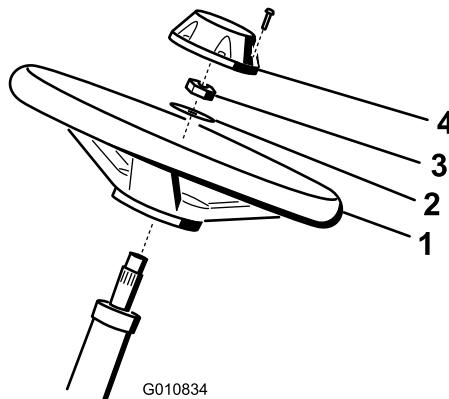

Figura 3
1. Deslice el volante sobre la columna de dirección (Figura 3).
2. Deslice la arandela sobre la columna de dirección (Figura 3).
3. Sujete el volante a la columna con una contratuerca y apriétela a 27–35 N·m (Figura 3).
- Sujete el embellecedor al volante con el tornillo (Figura 3).